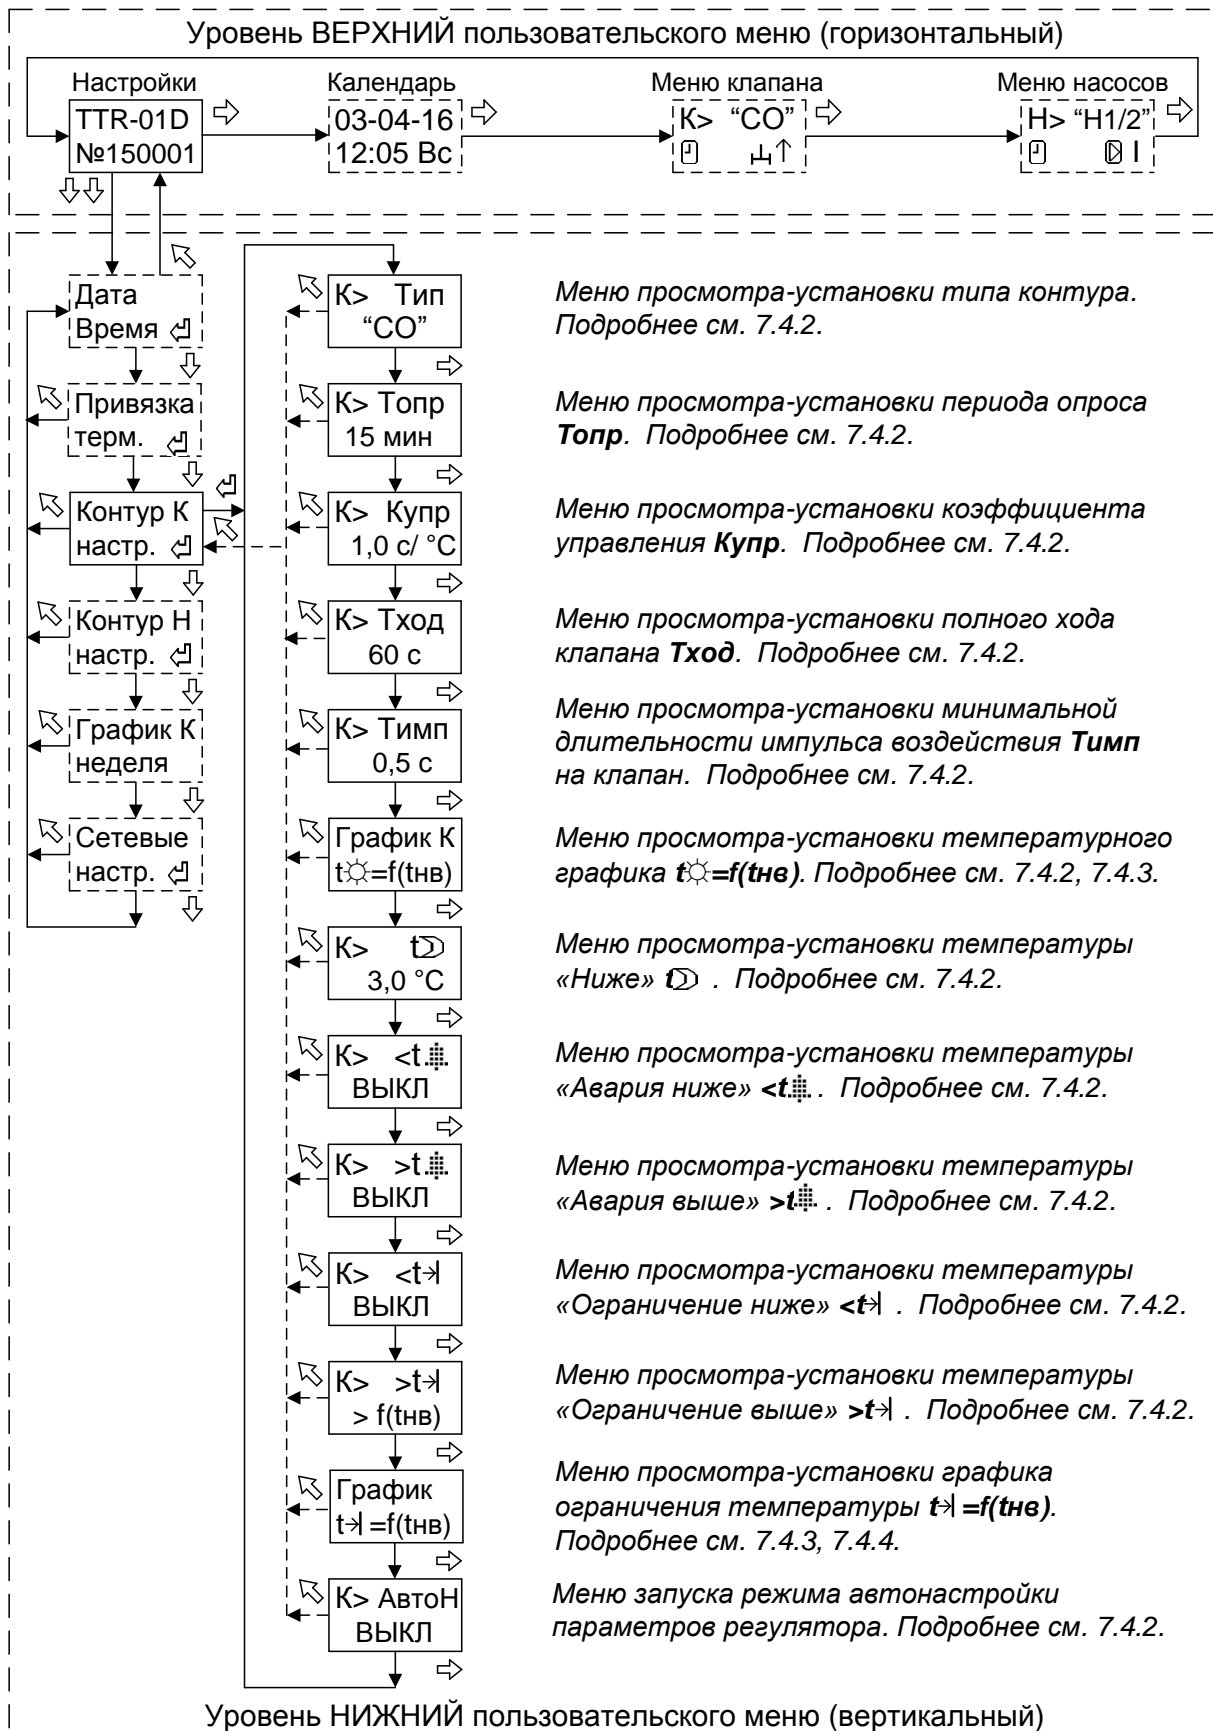

Рисунок 4 - Структура меню настройки параметров для системы отопления
7.4.3 Для просмотра-установки температурного графика регулирования необходимо войти с помощью нажатия кнопки “” (см. рисунок 4) в меню «График t=f(t_{нв})».